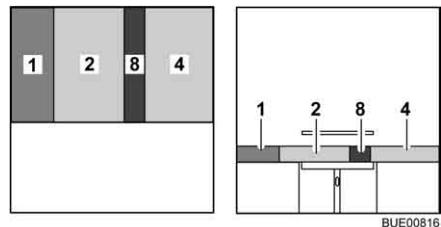

Bild 75 Nach dem Umbau
- Das Rückenpolster (Bild 75,1) zwischen das Sitzpolster und die Wand legen.
- Das Zusatzpolster (Bild 75,8) zwischen die Sitzpolster (Bild 75,2 und 4) legen.